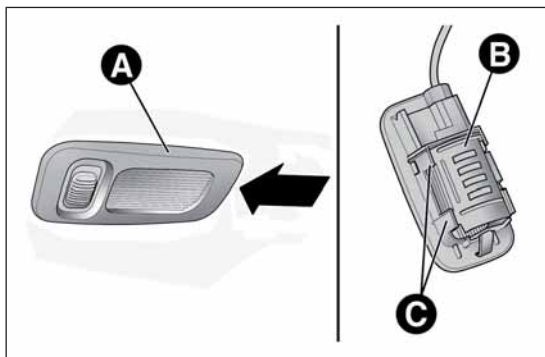

fig. 147
- abbassa l'aletta parasole ed estrai la plafoniera A fig. 147 facendo leva nel punto indicato dalla freccia;
- rimonta la protezione B fig. 147 inserendola correttamente tra le alette C;